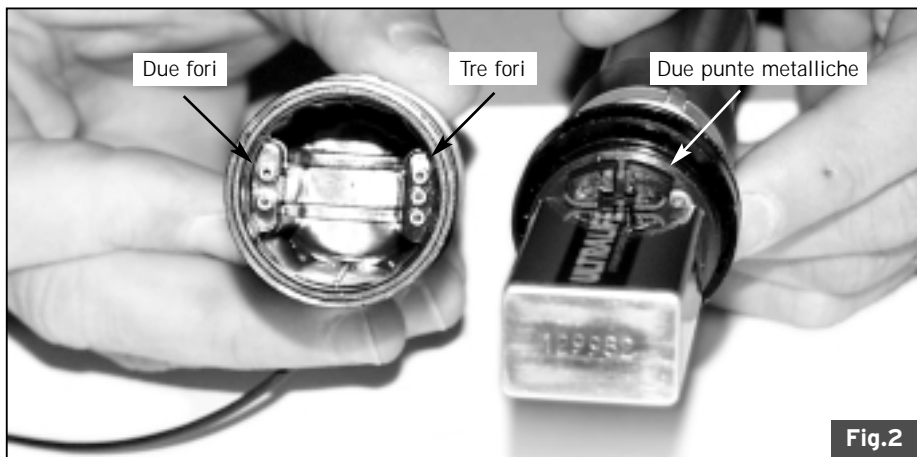
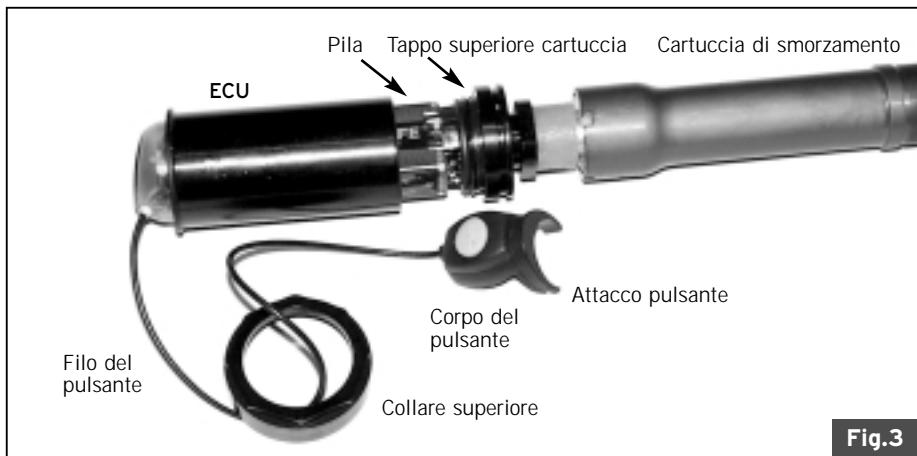

Fig.2
Fig.3
5. Osserva la base dell' ECU per vedere se un lato ha tre piccoli fori e l'altro ne ha solamente due. Vedi Fig. 2. Con la forcilla ancora compressa, spingi l' ECU nella cartuccia in modo che i fori dell' ECU e le punte metalliche sull'estremità della cartuccia combacino. Vedi Fig. 3. Il filo del pulsante dovrebbe spingersi direttamente fuori dall'estremità superiore dell'ECU.
5. Osserva la base dell' ECU per vedere se un lato ha tre piccoli fori e l'altro ne ha solamente due. Vedi Fig. 2. Con la forcella ancora compressa, spingi l' ECU nella cartuccia in modo che i fori dell' ECU e le punte metalliche sull'estremità della cartuccia combacino. Vedi Fig. 3. Il filo del pulsante dovrebbe spingersi direttamente fuori dall'estremità superiore dell'ECU.